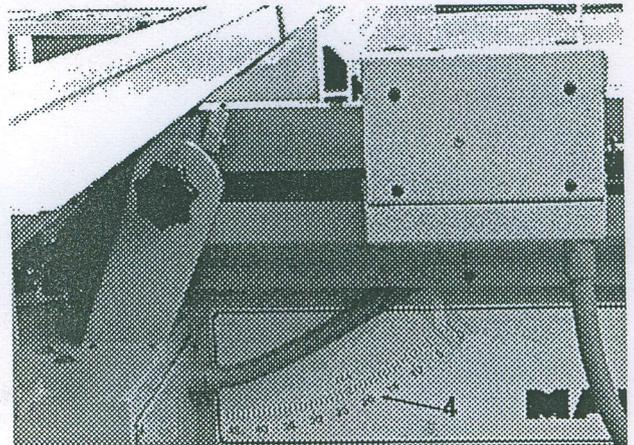

Bild 4.2
- Ablesen der Gradzahl an der Skala 4 (Bild 4.2) oder an der Digitalanzeige auf dem Kreissägegelenk bzw. T 7250 Schutzhaube mit intgr. Schalt-pult (beides Sonderzubehör, siehe Punkt 5).